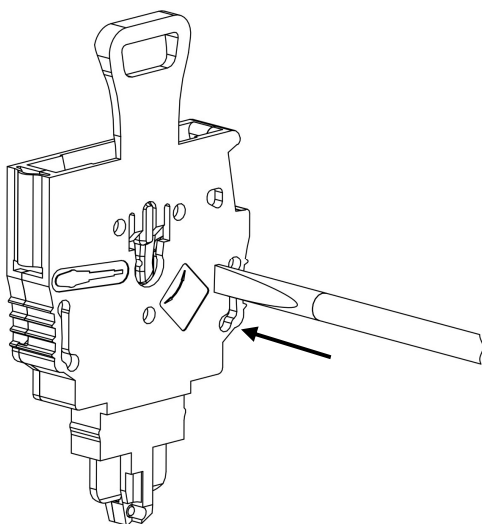

Рисунок 41 – ввод отвертки в паз штекера
- Вставьте плоскую отвертку в паз штекера (рис. 41);